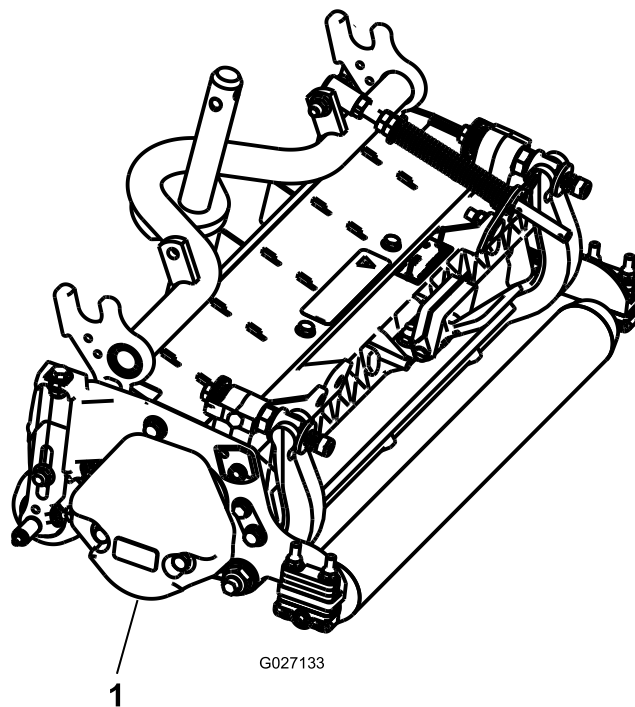

图3
3. 按照配重块套件图3安装说明的描述，确保将配重块（）安装到滚刀组正确的一端上。